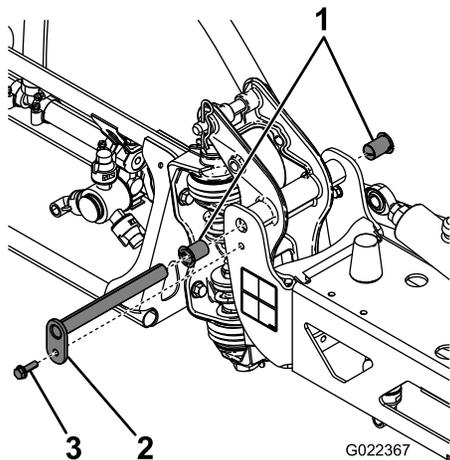

図 107
3. ブームを支えておきながら、ピボットピンをブームアセンブリに固定しているボルトとナットを取り外す 図 107。
6. ナイロンブッシュを取り外し、ピボットブラケットの前面および後面側から見て点検する 図 107。
8. センターフレームにブーム&ピボットブラケットアセンブリを取り付け、開口部を整理させる 図 107。